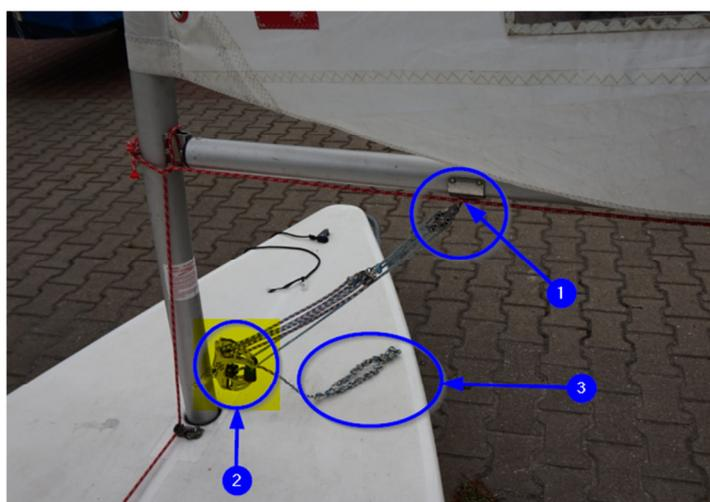
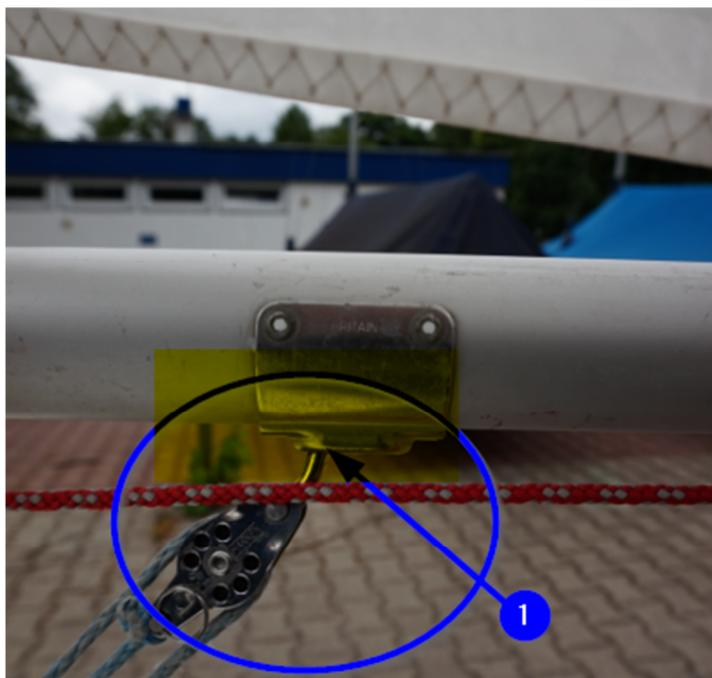

Abb. 24 – Einhängen des Baumniederholers
Abb. 25 – Einhängen des Baumniederholers
1. Den Beschlag des Baumniederholers wie in **Abb. 24 – Punkt 1** sowie **Abb. 25 – Punkt 1** dargestellt in den Baum des Boots einhängen.
2. Die in **Abb. 24 – Punkt 3** abgebildete Schlaufe dient dazu den Baum niederzuziehen oder zu fixieren.
3. Fixiert wird die Einstellung des Baumniederholers über eine innerhalb der Baumniederholer Taille eingebundene Klemme (vgl. **Abb. 24 – Punkt 2**)
1. Einhängen des Baumniederholers in den Beschlag am Großbaum (Vgl. **Abb. 25 – Punkt 1**)